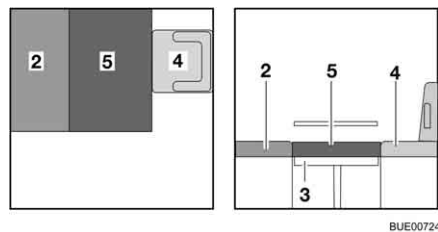

Fig. 111 Dopo la trasformazione
- Posizionare il cuscino aggiuntivo (Fig. 111,5) sul tavolo.
- Se necessario, spingere il sedile del conducente (Fig. 111,4) nuovamente all'indietro.